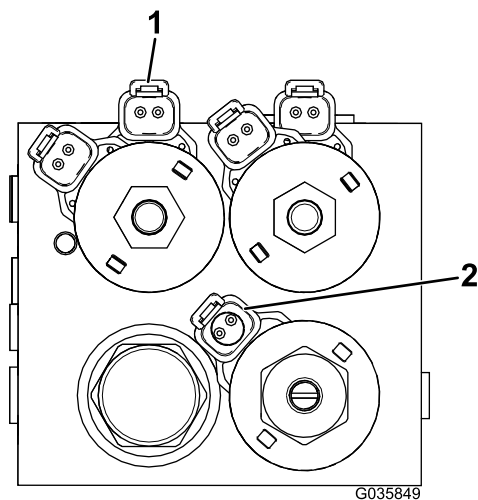

Рисунок 14
16. Найдите соединения гидравлического блока на жгуте проводов и вставьте их в соответствующие места на гидравлическом блоке; см. Рисунок 14.